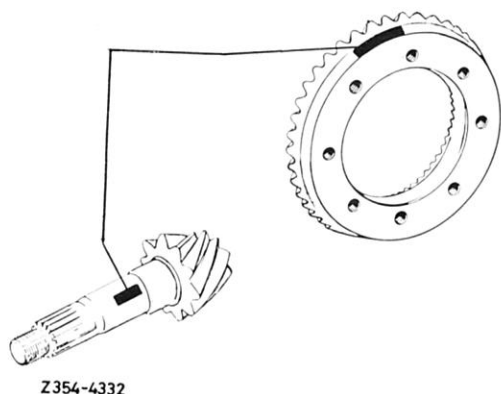

Bild 35-11/15
19 Zur Ermittlung der Differenz wird die Meßuhr der Vorrichtung (1) mit Hilfe des Meßklotzes (5) unter ca. 3 mm Vorspannung zunächst auf 0 eingestellt (Bild 35-11/16). Dabei entspricht die Höhe des Meßklotzes dem Grundmaß von Kopfhöhe des Antriebskegelrades plus Höhe des Kegelrollenlagers plus Höhe der Ausgleichscheibe.
20 Inneres Kegelrollenlager auf das Antriebskegelrad aufpressen (Bild 35-11/17).